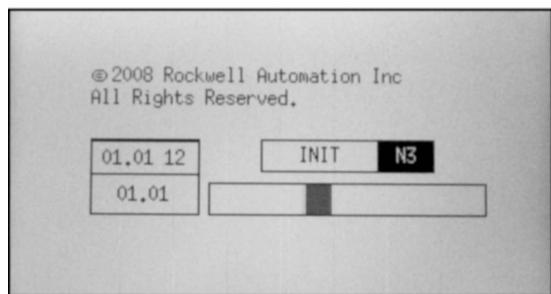

图 6-13 PVC 600 自检过程
- 1) 本项目中计算机与终端设备采用以太网通信，触摸屏开机时首先进行一系列的自检，然后显示初始界面，PVC 600 自检过程如图 6-13 所示。